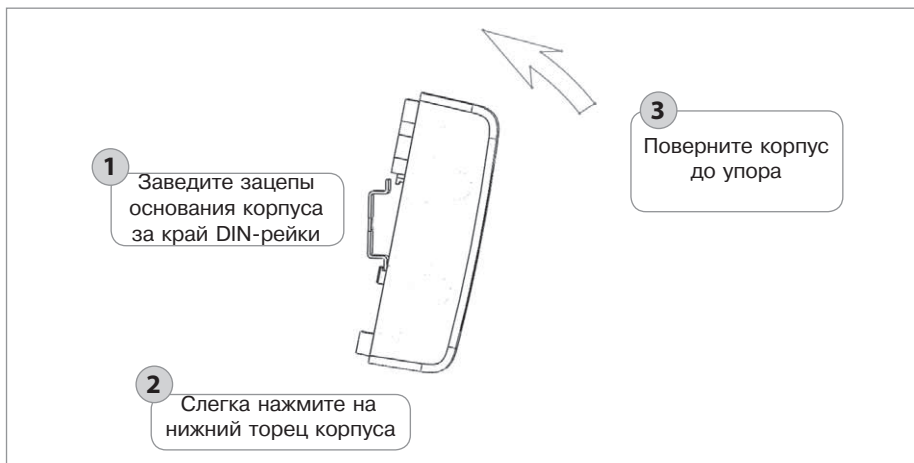

Рисунок 23. Порядок установки прибора на DIN-рейку
- 2.2. Установите прибор на DIN-рейку в порядке, указанном на рис. 23.